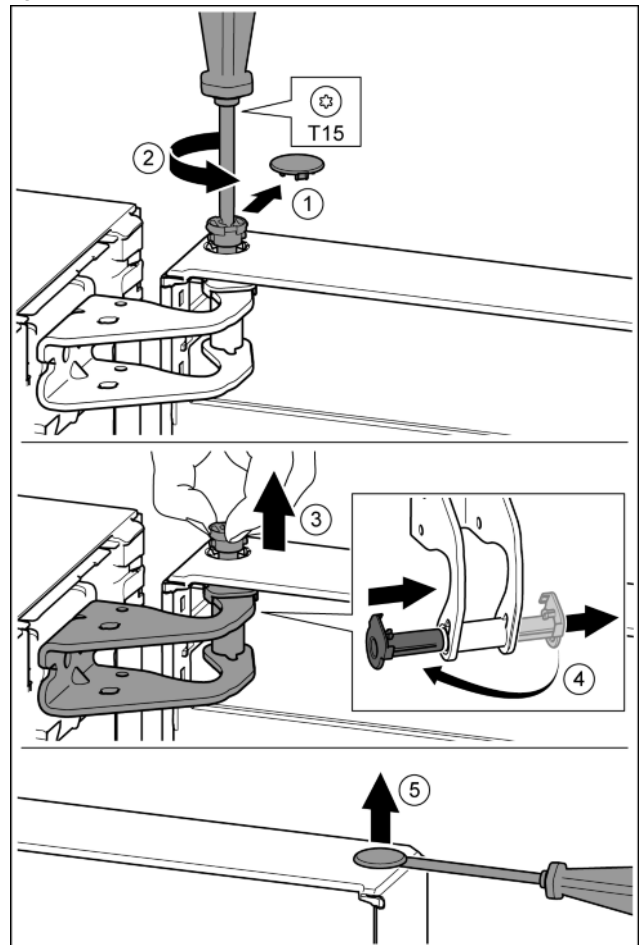

Fig. 9
- ▶ Desprindeți cu precauție capacul de siguranță. *Fig. 9 (1)*
- ▶ Extrageți puțin bolțul prin rotire cu șurubelnița T15. *Fig. 9 (2)*
- ▶ Țineți ferm ușa și extrageți bolțul cu degetele. *Fig. 9 (3)*
- ▶ Extrageți cuzinetul din ghidaj. Introduceți din partea opusă și fixați în poziție. *Fig. 9 (4)*
- ▶ Ridicați cu precauție dopul din cuzinetul ușii cu o șurubelniță plată și extrageți-l. *Fig. 9 (5)*